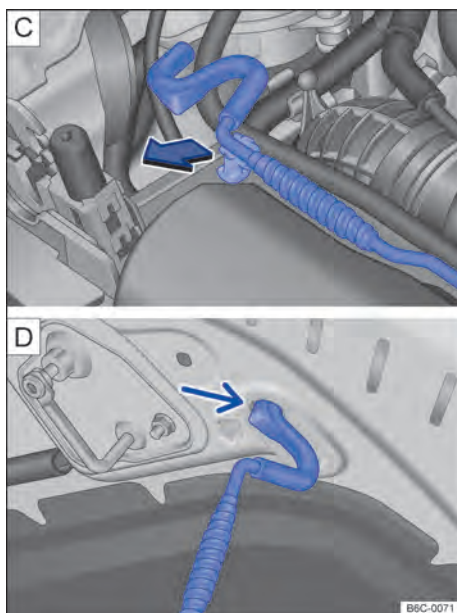

Fig. 168 [C] Varilla de sujeción de la tapa del compartimento del motor. [D] Tapa del compartimento del motor apoyada en la varilla de sujeción.
- Retirar la varilla de sujeción del soporte en el sentido de la flecha → fig. 168 [C] y colocarla en la abertura de la tapa del compartimento del motor → fig. 168 [D].
- Retirar la varilla de sujeción del orificio → fig. 168  y encajarla en el soporte del cierre → fig. 168 .